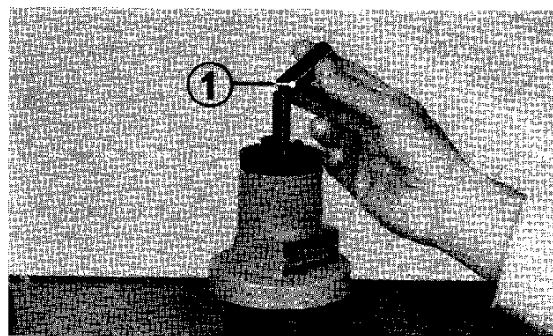

Abb. 4-30 (1) Führungshülse
(2) Führungshülse
4. Um den Kolbenbolzen wieder einzubauen, die Führungshülse gemäß Abb. 4-30 unter dem Bolzen anbringen und den Kolbenbolzen gemäß Abb. 3-31 in die Kolbenbolzenbohrung des Kolbens einpressen.